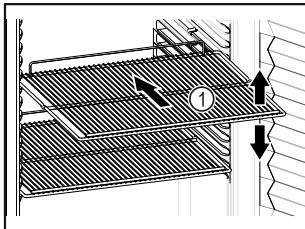

Fig. 63 Beispielhafte Darstellung
- Wenn Ablageflächen Fig. 63 (1) versetzbare sind, Ablageflächen je nach Höhe anpassen.